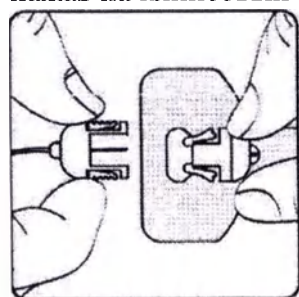

Рис.105.
5. Мягко вставьте переходник катетера в переходник компонента введения канюли, слегка нажав на клипсовый замок разъема катетера (Рис.105).